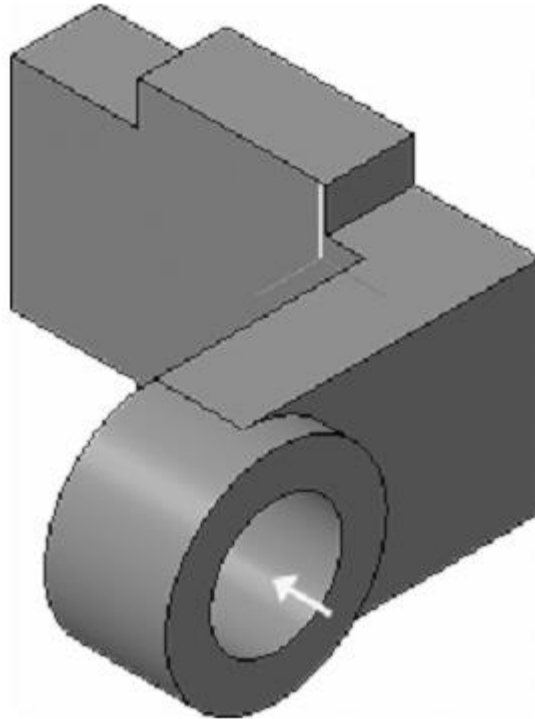

Рисунок 24.
8. Нажмите кнопку Создать объект на Панели специального управления (рис. 24).